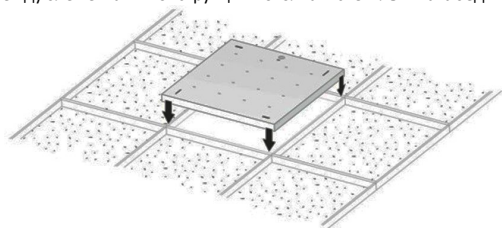

Рисунок 4 — Установка светильника Geniled серии Офис в потолок Армстронг.
5.3.3. Установите светильник Geniled на монтируемое место (Рисунок 4). Следите за тем, чтобы кабель не оказался зажат между элементами конструкции потолка и светильника. Убедитесь, что светильник надежно закреплен на потолке.